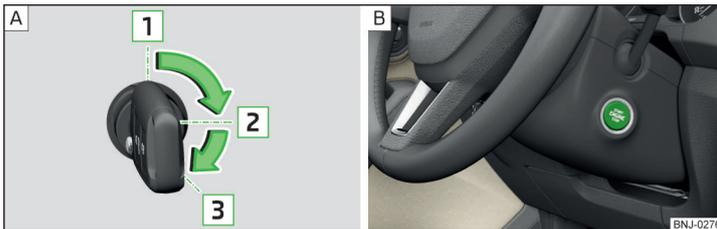

Abb. 114 Positionen des Fahrzeugschlüssels im Zündschloss / Starterknopf
Positionen des Fahrzeugschlüssels im Zündschloss » Abb. 114 - **A**
- Den Knopf drücken » Abb. 114 - **B**, die Zündung wird ein-/ausgeschaltet.
- Bei Fahrzeugen mit **Zündschloss** den Schlüssel in die Position **3** drehen » Abb. 114 auf Seite 95 - **A**, es erfolgt der Startvorgang. Dann den Schlüssel loslassen, der Motor springt automatisch an.
- Bei Fahrzeugen mit **Starterknopf** den Knopf kurz drücken » Abb. 114 auf Seite 95 - **B**, der Motor springt automatisch an.
- Bei Fahrzeugen mit **Zündschloss** den Schlüssel in die Position **1** drehen » Abb. 114 auf Seite 95 - **A**.
- Bei Fahrzeugen mit **Starterknopf** den Knopf drücken » Abb. 114 auf Seite 95 - **B**, der Motor und die Zündung werden gleichzeitig ausgeschaltet.
➤ Den Knopf gedrückt halten » Abb. 114 auf Seite 95 -  oder zweimal innerhalb von 1 Sekunde drücken.